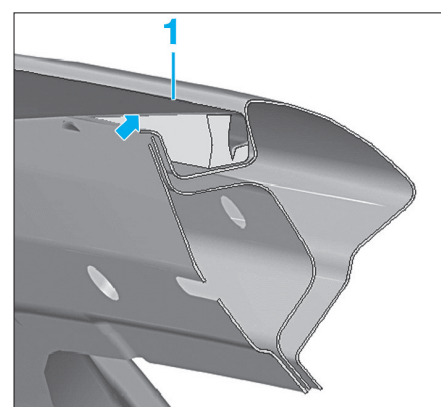

FIG. 116
- Effectuer entre le pavillon et les hauts de caisse un étanchement de précision du cordon de colle (1) avec du mastic-colle (Fig.116).